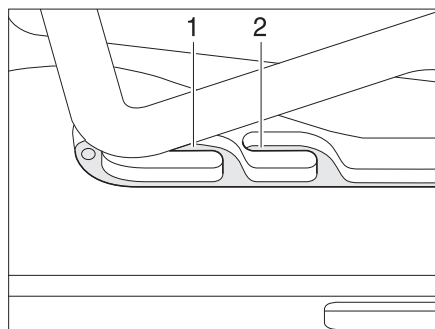
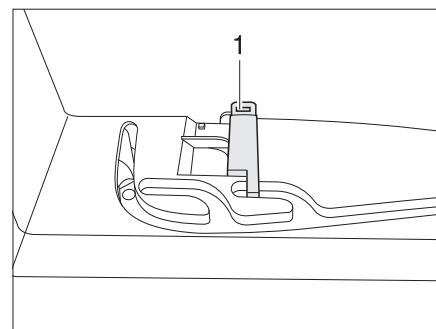

Fig. 24 Oblò inclinabile in posizione di ricircolo d'aria
Fig. 25 Bloccaggio in posizione di ricircolo d'aria
È possibile portare l'oblò inclinabile in due posizioni di ricircolo d'aria: posizione brutto tempo (Fig. 24,1) e posizione centrale (Fig. 24,2). A seconda del modello è possibile bloccare l'oblò nella posizione centrale con il chiavistello (Fig. 25,1).
- Premere la staffa leggermente verso l'alto, spingerla nella guida selezionata (Fig. 24,1 o 2) ed eventualmente bloccarla.